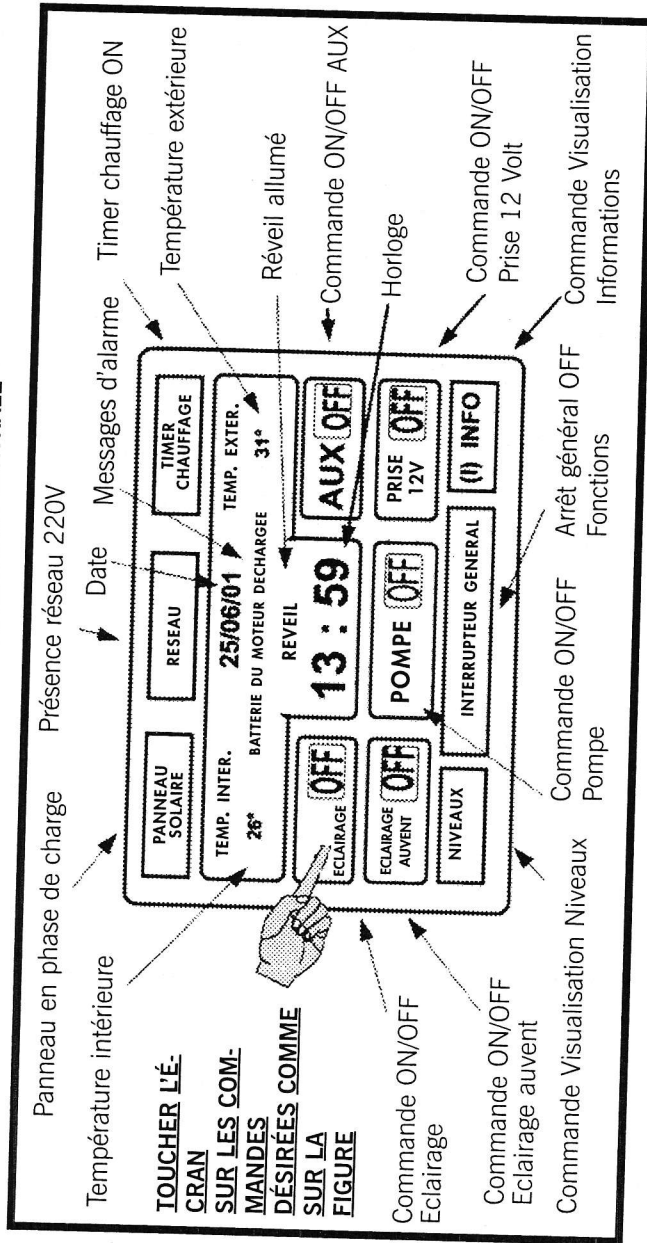
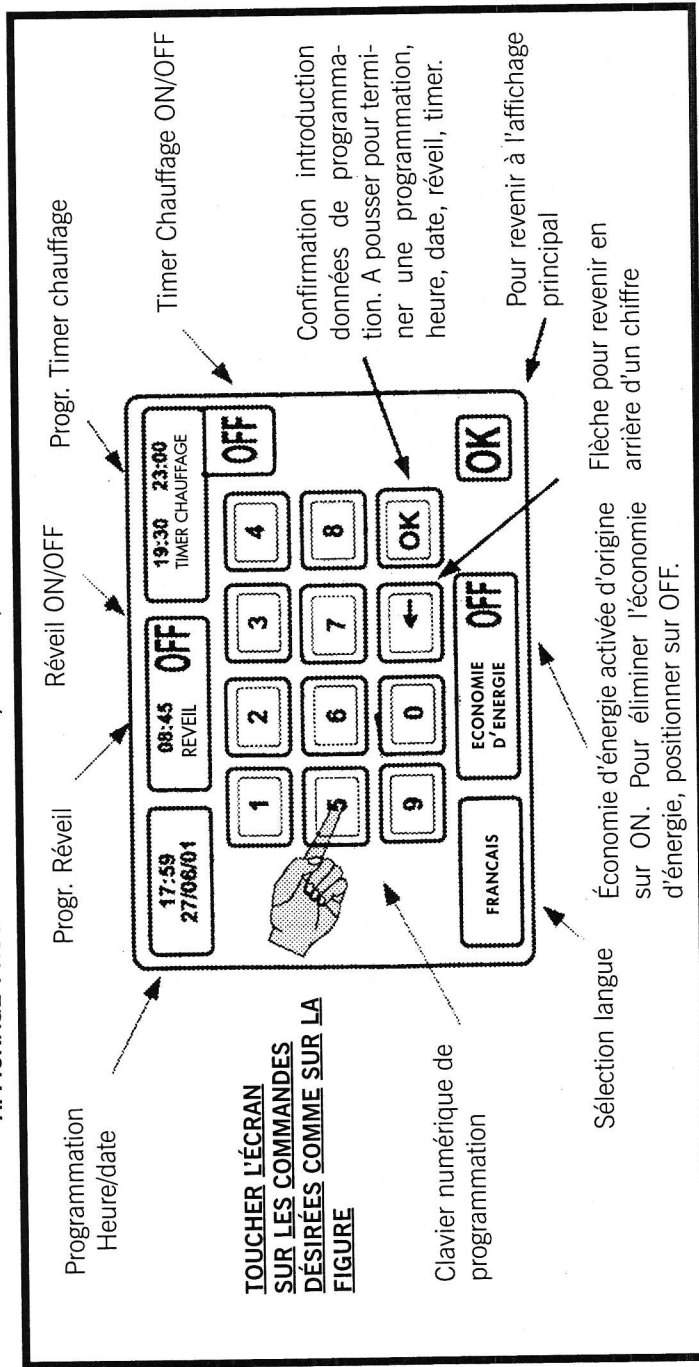

Figure 1
Figure 2
La centrale se met en marche en montrant la visualisation du logo Laika. Après quelques secondes, apparaît l'affichage principal (fig.1). A partir de l'affichage principal, nous avons accès à toutes les opérations en touchant du doigt l'écran à l'endroit de la commande désirée.
**Pour programmer la date, l'heure, le réveil, le timer du chauffage, l'économie d'énergie, la langue, toucher sur l'horloge pour passer à l'affichage de programmation (fig.2).**
Pour programmer la date, l'heure, le réveil, le timer du chauffage, l'économie d'énergie, la langue, toucher l'horloge de l'affichage principal (fig.1) et obtenir cet affichage de programmation (fig.2).
**ATTENTION!** Pour la mise en marche du réveil et du timer du chauffage, il faut appuyer sur la touche ON. L'information du réveil et du timer du chauffage allumés apparaît sur l'affichage principal avec les inscriptions correspondantes (voir fig.1).
Pour passer à cet affichage de visualisation des niveaux, toucher l'inscription NIVEAUX sur l'affichage principal (fig.1).
Pour accéder à cet affichage, toucher l'inscription NIVEAUX sur l'affichage principal (fig.1). Cet affichage contrôle les niveaux des réservoirs de l'eau propre, des eaux usées et supplémentaire.
**POUR REVENIR À L'AFFICHAGE PRINCIPAL (FIG.1) TOUCHER UN POINT QUELCONQUE DE L'ÉCRAN.**